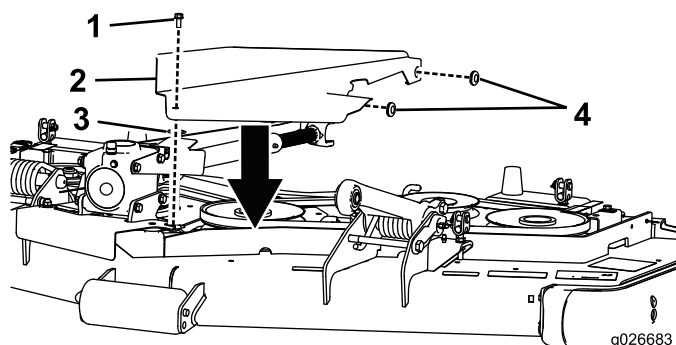

Figura 9
1. Introduzca un anillo de goma en cada taladro del lateral de la cubierta interior (Figura 9).
2. Instale el tornillo de cabeza hexagonal con arandela prensada y la tuerca rápida en la cubierta interior (Figura 9).
3. Enganche el borde de la cubierta interior sobre los espárragos de la carcasa y sujete el otro extremo de la cubierta a la tuerca de retención del protector de las poleas con el tornillo de cabeza hexagonal con arandela prensada instalado anteriormente (Figura 9).